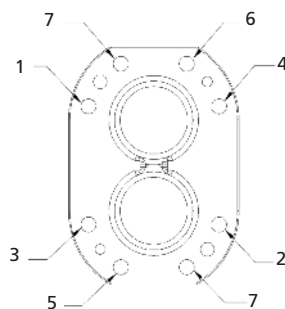

Figure 10. Bolt séquence de serrage
6. Faites glisser le couvercle sur la cheville de bois pin et de remplacer les vis. Autre vis de serrage de haut en bas et de droite à gauche (Cochez fig 10)